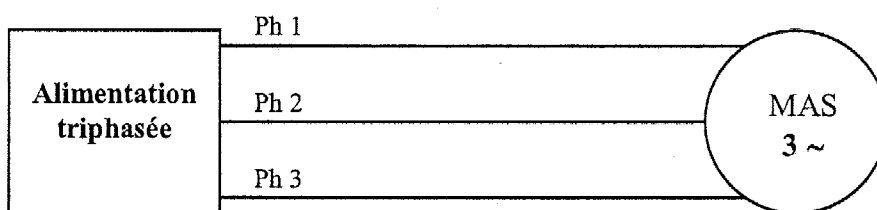

figure 3
3.1. Compléter le schéma représenté figure 3 du document réponse page 8 en plaçant les deux wattmètres.